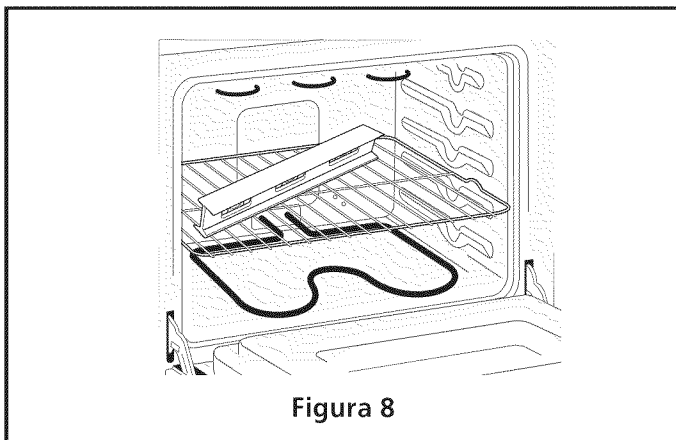

Figura 8
1. Instale una rejilla al centro del horno superior (vea la Figura 8).